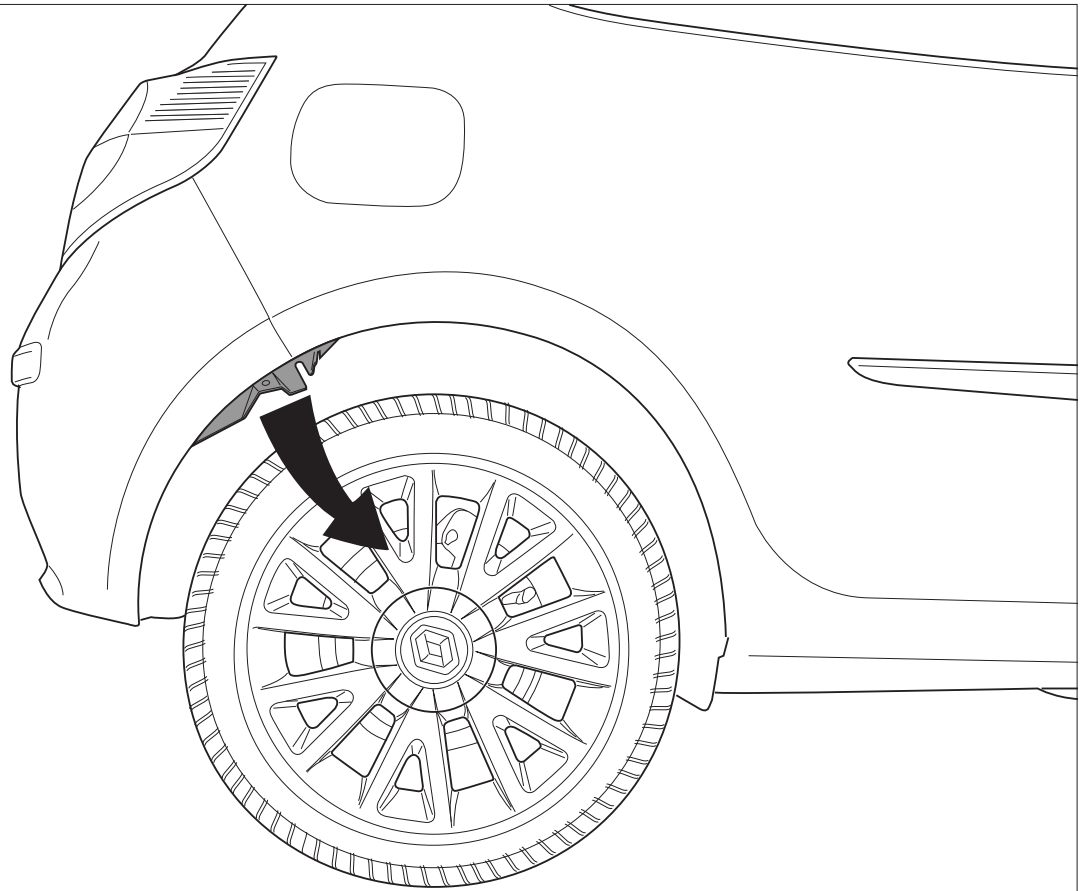

Fig. 1
1. Частично снять противогрязевые щитки в надколесных дугах, чтобы облегчить доступ к рабочей зоне (см. рис. 1).